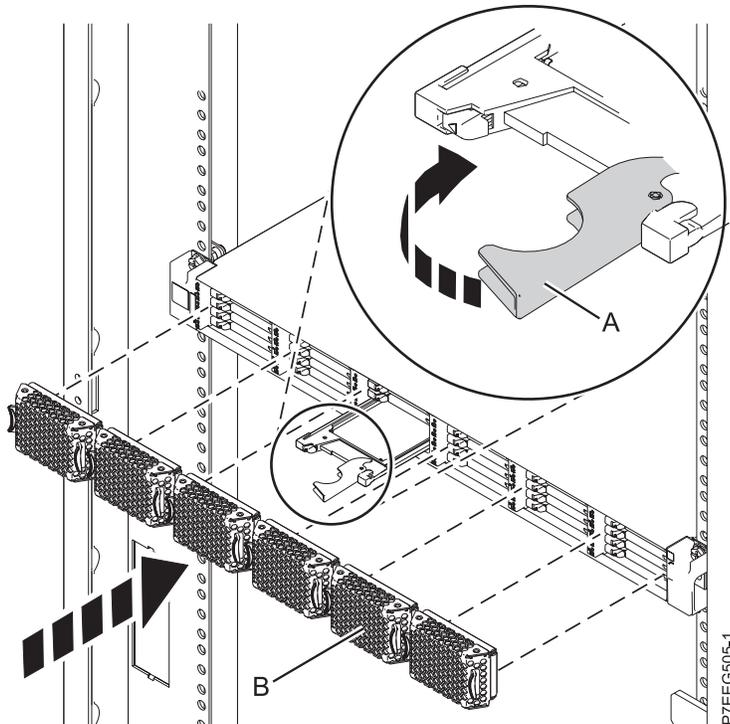

Figure 14. Installation d'une unité SSD dans l'armoire de stockage PCIe ED/R1
1. Avec la poignée en position déverrouillée, alignez l'unité SSD avec les rails de guidage dans le boîtier. Voir figure 14, à la page 26.
3. Tournez la poignée de verrouillage (A) pour la mettre en position verrouillée, comme indiqué à la figure 14, à la page 26.
4. Installez le panneau (B).